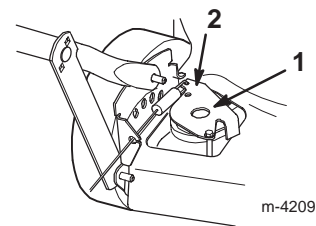

Figure 28
3. Pousser le support de traction vers le bas jusqu'à ce qu'il touche la tondeuse, et le maintenir dans cette position (Fig. 28).